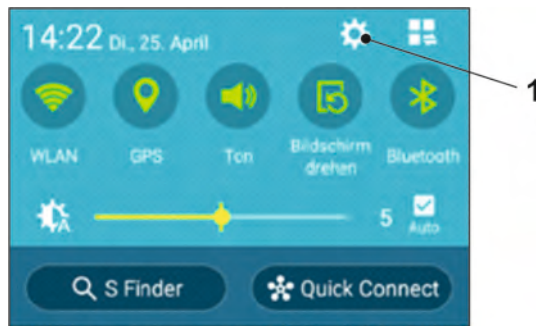

Abb. 32-2 Symbol für Einstellungen
2. Über das Symbol für Einstellungen (Abb. 32-2 Pos. 1) das zugehörige Menü öffnen.